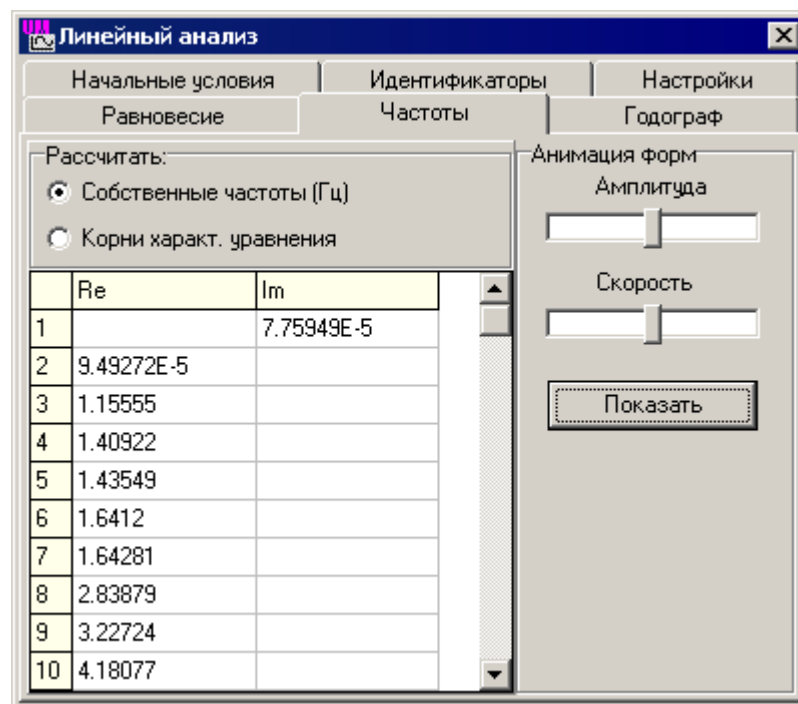

Рис. 1.10. Окно линейного анализа
3. Перейдите на закладку **Частоты**, см. рис. 1.10.
5. В поле **Рассчитать** выберите **Корни характ. уравнения**, см. рис. 1.10.